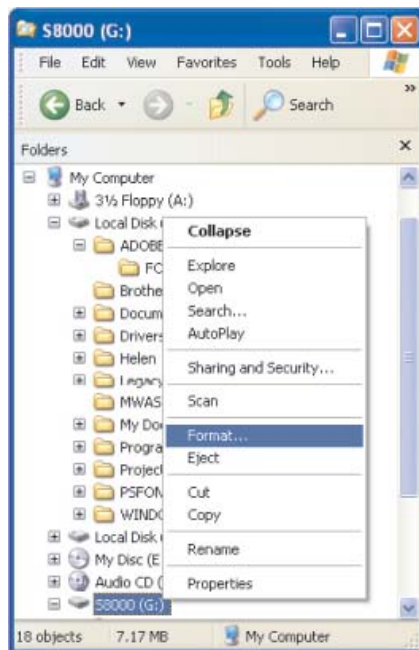

Рис. 43 Выбор функции форматирования
2. Щелкните значок карты памяти правой кнопкой мыши и во всплывающем меню выберите **Format** (Форматировать) (см. рис. 43).